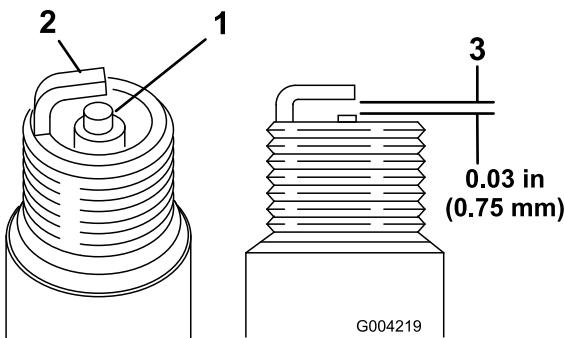

Рисунок 50
1. Осмотрите середину обеих свечей зажигания (Рисунок 50). Если вы видите на изоляторе светло-коричневый или серый налет, то двигатель работает должным образом . Черный налет на изоляторе обычно означает, что загрязнен воздухоочиститель.
2. Проверьте зазор между центральным и боковым электродами (Рисунок 50).
3. Если зазор неправильный, отогните боковой электрод (Рисунок 50).